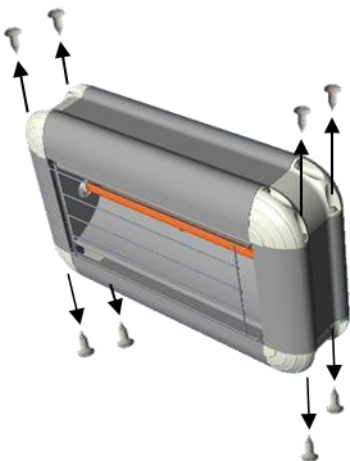

Fig.1 – рис.1
2. Отвинтите 4 самонарезных винта с обеих боковых частей корпуса (рис.1)